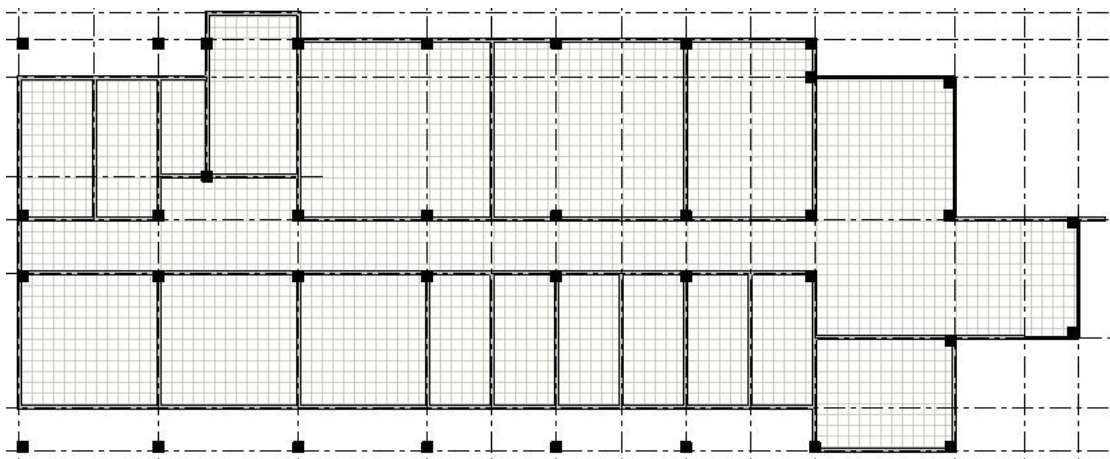

图 5-5 创建完成的柱网
• 同理，利用“对齐”命令，使所有外墙柱子不突出于外墙、室内柱子不突出于走廊（图 5-5）。